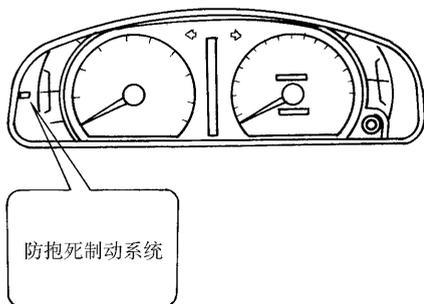

图 6-75 ABS 报警灯位置
2) 如果 ABS 系统有故障, ABS 报警灯便在 4s 后闪烁显示故障代码, ABS 报警灯位于组合仪表盘左侧, 如图 6-75 所示。